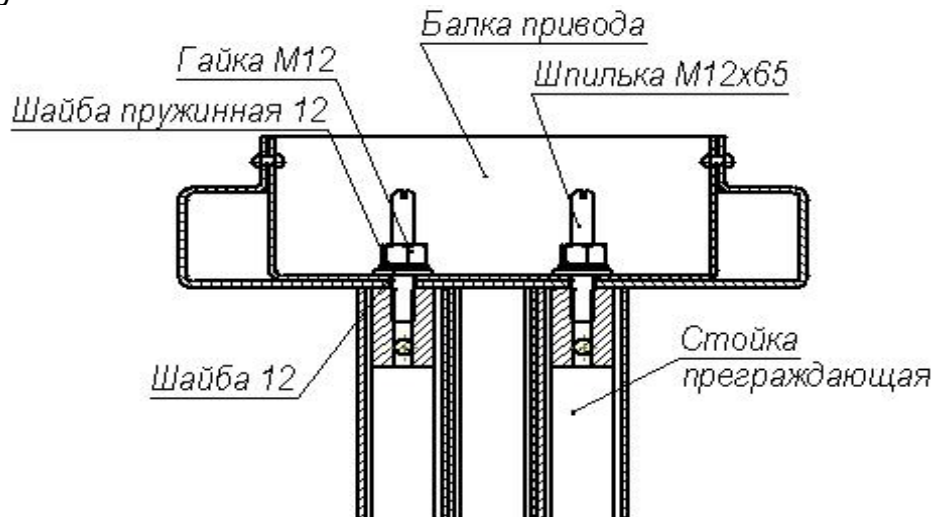

Рисунок 9 – Крепление балки привода (13) к стойке преграждающей (3)
- L** — зона выхода кабеля индикации (10) и кабеля считывателя (23)* из левой секции формователя прохода (6);
- R** — зона выхода кабеля индикации (11) и кабеля считывателя (24)* из правой секции формователя прохода (7);
- A** — зона входа кабелей (10), (11), (17), (18) и (21) в преграждающую стойку (3); зоны **L**, **R** и **A** показаны окружностями диаметром 25 мм;
- условное направление прокладки кабельных каналов** для кабелей индикации (10) и (11) и кабелей считывателей (23)* и (24)*
8.2.8 Вверните две шпильки *M12x65* в верхнюю часть преграждающей стойки (3) (см. рисунок 9).
8.2.13 Поверните балку (13) концом, на котором расположена DIN-рейка (рис. 3), к преграждающей стойке (3), а другим концом — к секциям (6) и (7) формирователя прохода. Используя две стремянки, поднимите балку на высоту преграждающей стойки и обоприте её сверху на преграждающую стойку. Открепите концы кабелей от верхней планки преграждающей стойки (п. 8.2.9), пропустите их в отверстие балки и закрепите с помощью липкой ленты внутри балки. Наденьте балку на две шпильки, расположенные на преграждающей стойке (п. 8.2.8), наденьте на каждую шпильку шайбу 12, затем шайбу пружинную 12 и зафиксируйте положение балки двумя гайками *M12* (см. рисунок 9), накрутив их до середины выступающей части шпилек.